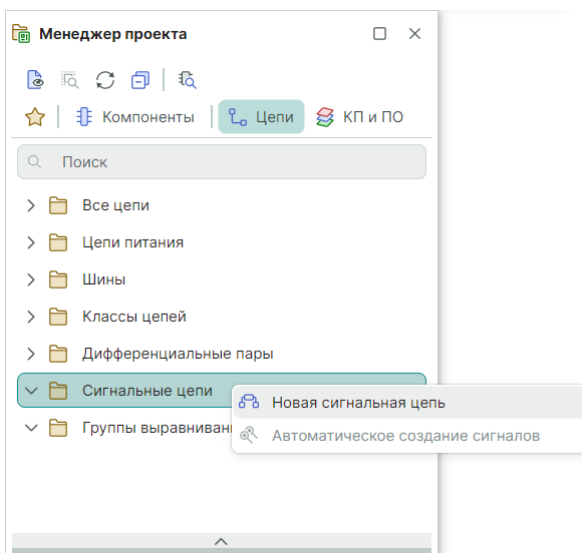

Рис. 359 Создание сигнальных цепей в панели «Менеджер проекта»
1. В панели «Менеджер проекта» → «Цепи» → «Сигнальные цепи» из контекстного меню выберите пункт «Новая сигнальная цепь», см. Рис. 359.